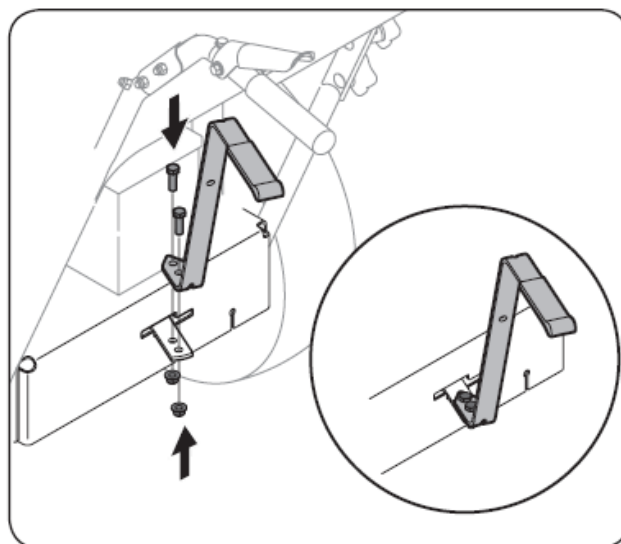

Figure 3-6
3. Positionnez le levier de vitesse supérieur à la position verticale en alignant les trous dans le levier avec les trous dans la plaque du levier de vitesse. Consultez la Fig. 3-6.
4. Fixez solidement le levier à la plaque en utilisant les deux vis et les deux écrous retirés plus tôt. Consultez le détail d'exécution de la Fig. 3-6.